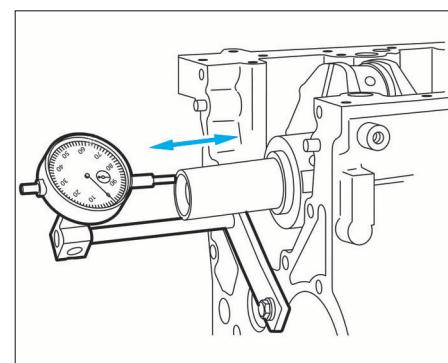

FIG. 67
- Contrôler le jeu axial (Fig. 67).